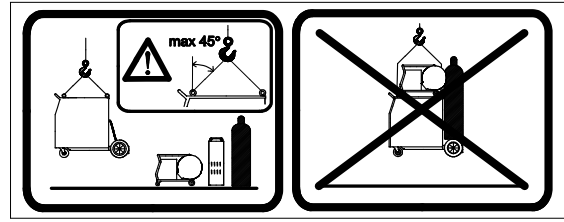

Figura 4
- Aplicar os olhais e distribuir a carga, axialmente, num ângulo de 45 graus, de acordo com a Figura 4.